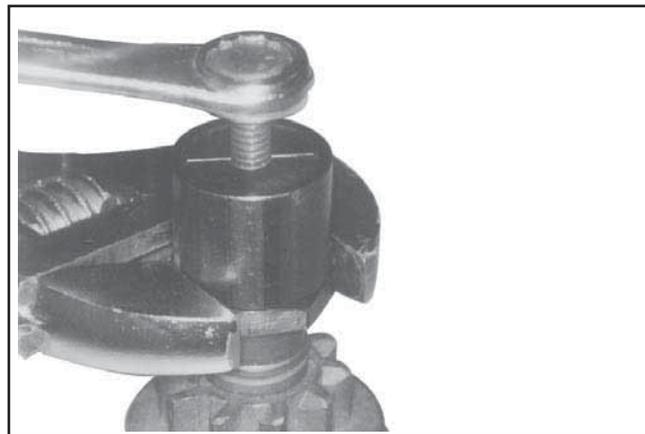

Figure 8-37. Maintien de l'outil et vissage de la vis centrale (sens des aiguilles d'une montre) pour retirer la bague d'arrêt.
5. Introduire la vis centrale dans l'outil de dépose tant qu'on perçoit une résistance. Utiliser une clé (de 1 -1/8 de pouce ou réglable) pour tenir la base de l'outil de dépose. Utiliser une autre clé ou douille (de 1/2 pouce ou 13 mm) pour tourner la vis centrale dans le sens des aiguilles d'une montre (voir la Figure 8-37). La résistance contre la vis centrale indique à quel moment la bague d'arrêt quitte la gorge dans l'arbre de l'armature.